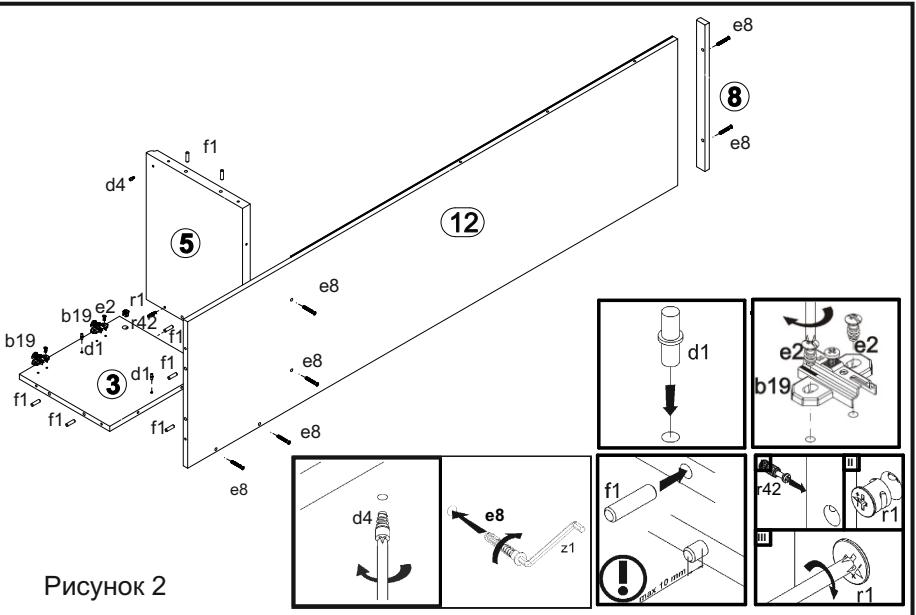

Рисунок 2
2. В отверстия Ø8 мм на верхних и нижних кромках стенок боковых 1, 3, средней 2, нижней кромке щита 12, боковых кромках полки соединительной 6, щита 5 вбить деревянные шканты f1 (см. рис. 2, 3).
3. В отверстия Ø15 мм на нижней поверхности полки соединительной 6, на внутренней поверхности стенки боковой 3 вставить стяжки эксцентриковые r1 (см. рис. 2, 3).
4. В отверстия Ø5 мм на внутренних поверхностях стенок боковых 1, 3 прикрутить еврошурупами e2 ответные планки петель b19 (см. рис. 2, 4).
5. В отверстия Ø5 мм на внутренней поверхности стенки боковой 3, на правой поверхности стенки средней 2 вбить полкодержатели d1 (см. рис. 2, 4).
6. В отверстие Ø5 мм на нижней поверхности щита 5 вкрутить ограничитель двери d4 (см. рис. 2).
9. Соединить детали 1, 2, 3, 4, 5, 6, 7, 8, 12 при помощи шкантов f1, еврошурупов e8 и стяжек эксцентриковых r1. Затянуть стяжки эксцентриковые r1 и еврошурупы e8 с помощью ключа z1 (см. рис. 2, 3, 4). Стяжки эксцентриковые закрыть заглушками s2.